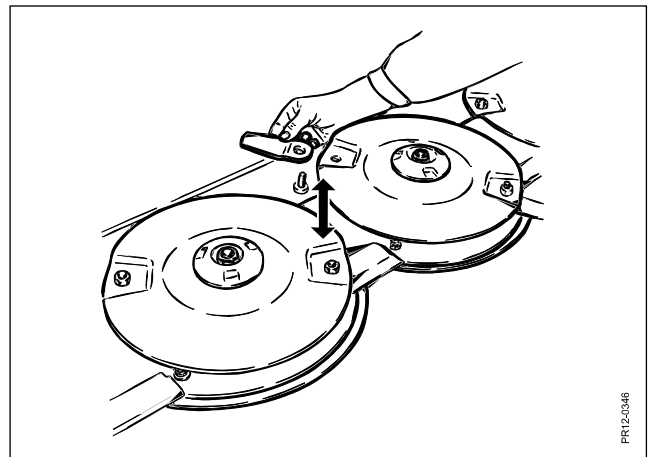

Fig. 5-8
**Fig. 5-8** Knivene kan skære på begge sider. For at udnytte dette kan man flytte knivene fra én skive til en anden med modsat omløbsretning. For at opnå tilfredsstillende afhøstning, er det vigtigt, at knive og modskær er intakte og skarpe. Hvis knivene ikke er skarpe vil kraftbehovet stige unødvendigt, ligeledes vil afklipningen blive uren med langsommere genvækst af græsset til følge.